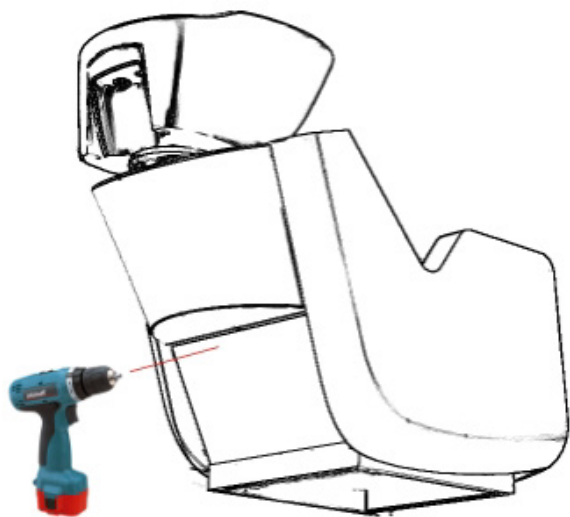

Fig.1
Après avoir correctement positionné le dispositif de lavage, retirer le capot arrière en aluminium, sortir le câble biprise du boîtier de commande alimentant le moteur électrique du repose-jambes et brancher ce câble à la prise de courant prévue à cet effet (fig.1 -2) GAMMA & BROSS spa - Via Mazzini, 62/E - 46043 CASTIGLIONE DELLE STIVIERE (MN)